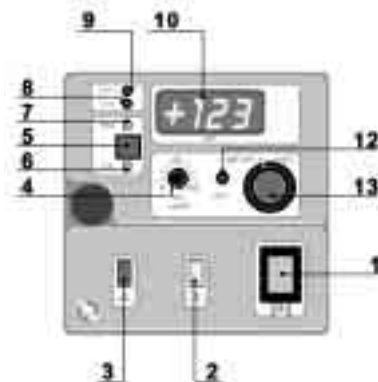

Fig. 29
11.4 - COMANDI POMPA PB-RX (Fig. 29)